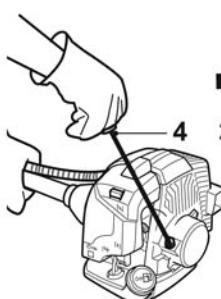

Fig. 22
- > Imobilizați aparatul și trageți mânerul cu cordon [4] de 4-5 ori; mașina încă nu trebuie să pornească (Fig. 22).
- > Imobilizați aparatul și trageți brusc mânerul cu cordon [4] până când motorul pornește (Fig. 22).
- > Imobilizați aparatul și trageți brusc mânerul cu cordon [4]; repetați până când motorul pornește (Fig. 22).